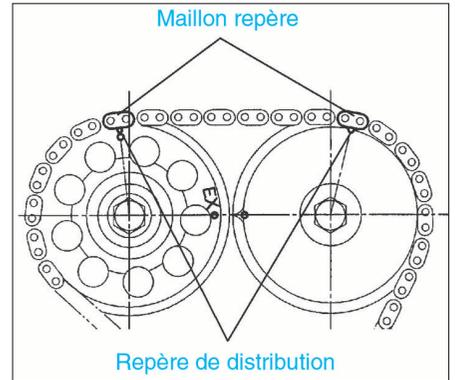

FIG. 41
- Reposer la chaîne sur les pignons d'arbre à cames avec le maillon de couleur jaune aligné sur les repères de calage du pignon d'arbre à cames (fig. 41).